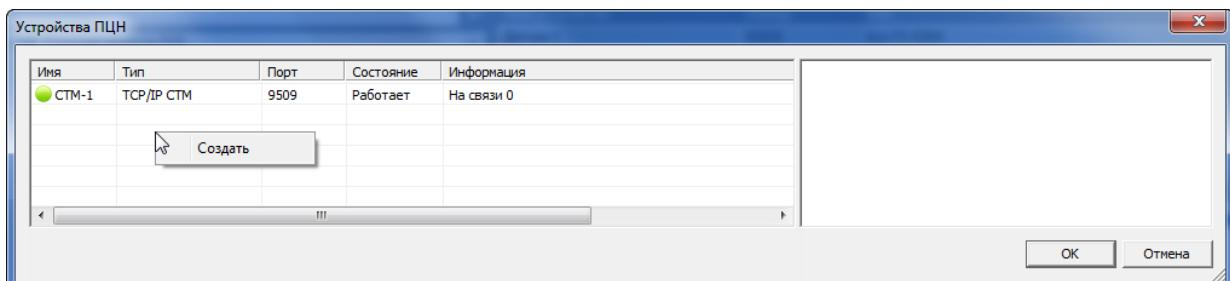

Рисунок 9.1 – Окно *Устройства ПЧН*
- 3) В открывшемся окне *Устройства ПЦН* щелкните правой кнопкой мыши по свободному месту и в контекстном меню выберите *Создать* (см. рисунок 9.1).